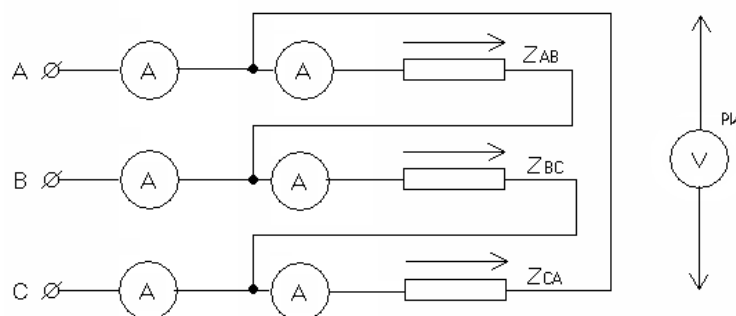

Рисунок 3. Схема для исследования трехфазной электрической цепи при соединении приемника треугольником
2. Изучить схему электрической цепи (рисунок 3).